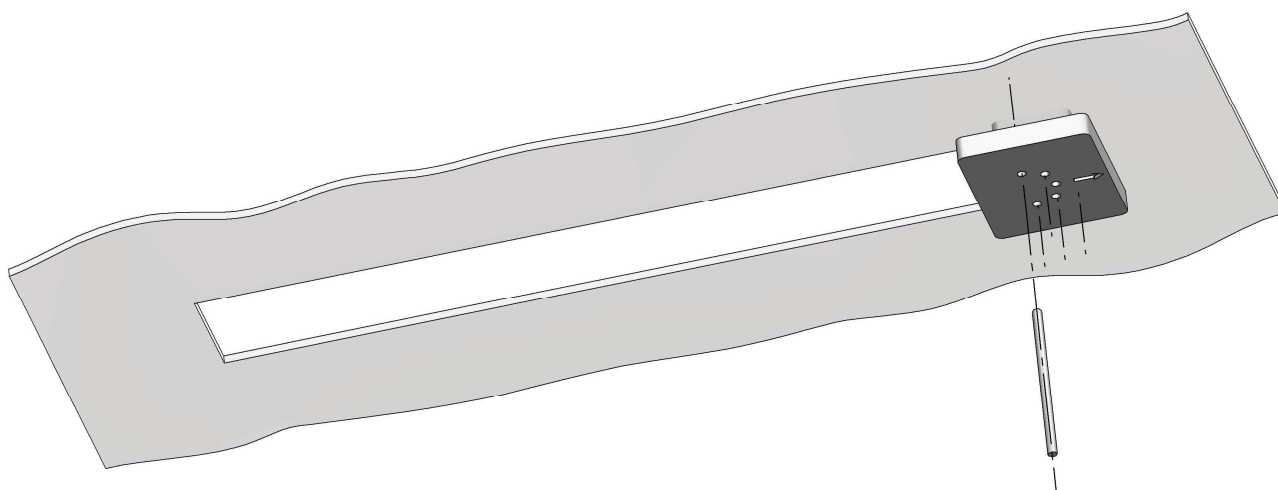

Rys.2
3. Na każdym z dwóch krańców wykonanego otworu przyłóż jeden z drewnianych błoćków chroniących zawartość kartonu, tak aby nadrukowana na nim strzałka wskazywała na zewnątrz otworu (**Rys.2 , Rys.2a**).